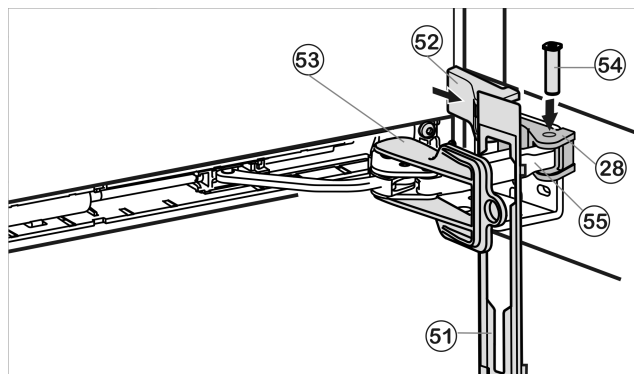

Fig. 24
- ▶ Accrocher le panneau Fig. 24 (51) sur l'étrier de l'amortisseur de telle sorte à ce que le crochet d'arrêt pointe vers l'avant et la face avant de l'appareil.
- ▶ Tirer l'étrier de l'amortisseur Fig. 24 (55) vers l'élément pivotant Fig. 24 (28) et enfoncer à nouveau le pivot Fig. 24 (54) à partir du haut, de telle sorte à ce que le carré repose dans l'évidement.
- ▶ Placer le cache Fig. 24 (52) et le bloquer.
- ▶ Retirer le dispositif d'arrêt Fig. 24 (53) en le tournant.
- ▶ Faire encliqueter le panneau Fig. 24 (51) à la porte.